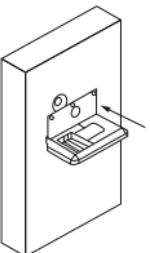

fig. 2/rys. 2/Abb. 2/
5. На задней части монитора монитора находится металлический кронштейн, который следует наклонить, сдвинув его вниз, а затем по направлению к себе (рис. 2).
5. Il y a un support métallique à l'arrière du boîtier du moniteur que vous pouvez incliner en le faisant glisser vers le bas puis vers vous (fig. 2).
5. Auf der Rückseite des Monitorgehäuses befindet sich eine Monitorhalterung, die gekippt werden muss, indem Sie sie nach unten und dann in Ihre Richtung schieben (Abb. 2).
5. Z tyłu obudowy monitora znajduje się metalowy wspornik, który należy odchylić przesuwając go w dół, a następnie do siebie (rys. 2).